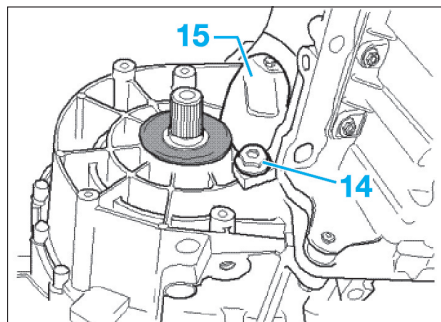

Fig. 7
- Déposer l'appui (12) du système d'échappement sur la boîte de vitesses.
- Déposer les demi-arbres de roues gauche et droit des arbres à bride (13) de la boîte de vitesses et les suspendre à la caisse à l'aide de fil de fer.
- Déposer (Fig.7) :
- la vis (14),
- la tôle (15).